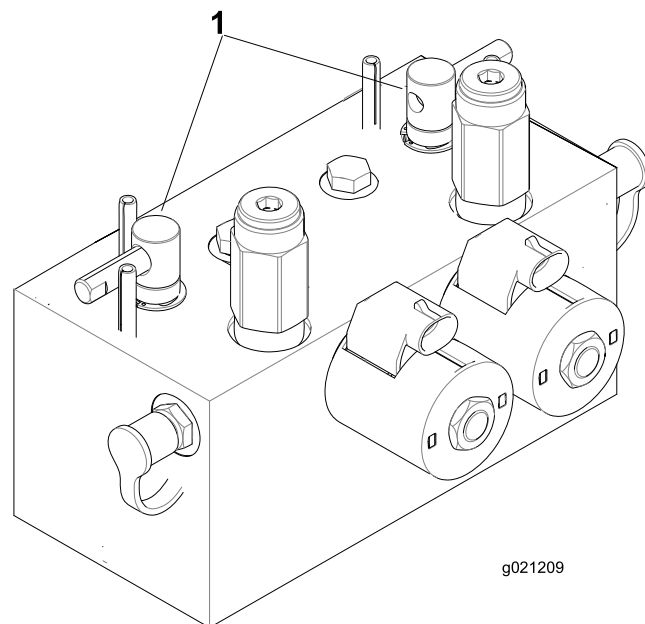

Figure 75
2. Déverrouillez le capot et soulevez-le pour exposer les leviers de rodage (Figure 75).
5. Sélectionnez les leviers de rodage avant, arrière ou les deux pour déterminer les plateaux de coupe qui doivent être rodés (Figure 75).